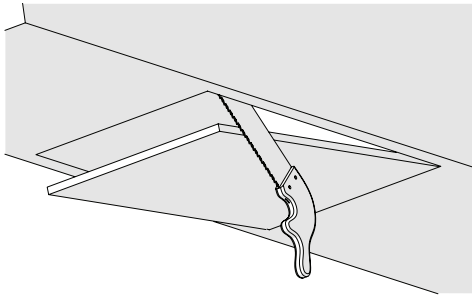

Rys. 1
- Wywiercić otwory wskazane na szablonie montażowym jako A, B, C, D, E, F stosując wiertło $\varnothing 4$ mm. (Rys. 1)